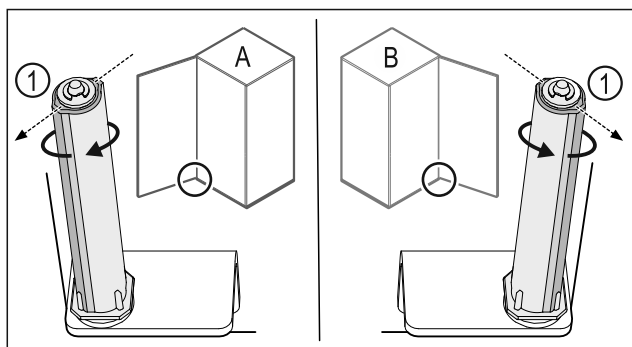

Fig. 43 Opritorul din stânga (A) / opritorul din dreapta (B)
- ▶ Rotiți sistemul de închidere până la rezistență, până când pragul sistemului de închidere Fig. 43 (1) este orientat spre exterior.